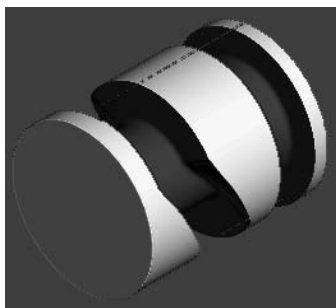

图 4-57 仿真加工结果
2) 在“仿真”工具栏的“当前刀具路径”下拉列表中选择要模拟的刀具路径 finish1，然后单击“执行”按钮, 系统开始自动仿真加工，仿真加工结果如图 4-57 所示。